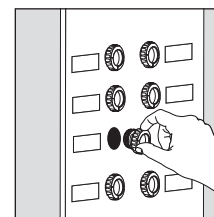

FIG. 3
- FIG. 3.** Place either the main (Master) switch to the "OFF" position, cutting off power to the entire home
- FIG. 3.** Mettez hors tension le commutateur principal, pour ainsi couper le courant dans toute la maison, ou alors dévissez le fusible commandant l'alimentation au circuit particulier sur lequel vous mettez en place le nouvel appareil d'éclairage.
FIG. 3. Coloque el interruptor principal (Maestro) en la posición "OFF" (apagado), cortando el suministro de energía de todo su hogar, o bien, desenrosque el fusible que provee energía al lugar donde estará instalado el artefacto eléctrico.